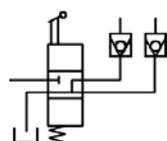
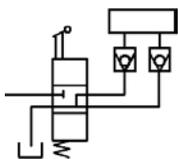

图 17.8.51 绘制直线 (十四)
图 17.8.52 移动矩形
(9) 用 **绘图(D)** → **直线(L)** 命令, 绘制长度为 16 的两条垂直直线 (图 17.8.51)。
(10) 用 **绘图(D)** → **矩形(R)** 命令, 绘制长和宽分别为 46、16 的矩形。
(11) 用 **修改(M)** → **移动(M)** 命令, 将矩形移动到图 17.8.52 所示的位置。